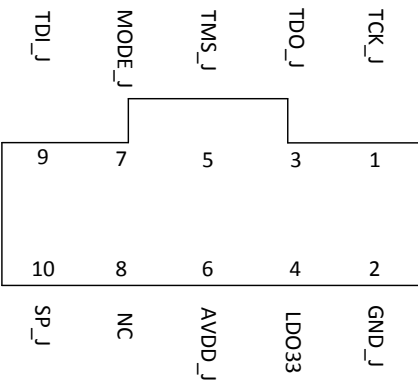

图 2 SD502 的 JTAG 接口版图
- **JTAG:** SD502 通过 JTAG 线与目标板连接，通过 JTAG 线向目标板供电。SD502 的 JTAG 接口 PCB 版图如图 2 所示，如果目标板的 JTAG 接口版图与图 2 对应，则 SD502 可以直接与目标板连接；如果目标板 JTAG 接口版图与图 2 不同，则 SD502 应通过一个转接板与目标板连接。SD502 的供电电压为 4.5~5.5V 或 3.3~3.8V（可通过目标板电源开关 **5V 3.3V** 选择），前者能直接向 5V 系统目标板供电，后者能直接向 3.3V 系统目标板供电。